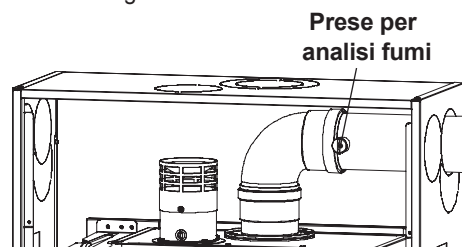

Figura 9.12
- Collegare un analizzatore fumi alle prese di analisi fumi poste sugli scarichi fumi della caldaia Figura 9.12.
- Verificare la combustione della caldaia utilizzando le prese posizionate sui tubi fumo (Figura 9.12) e confrontare i dati misurati con i seguenti.